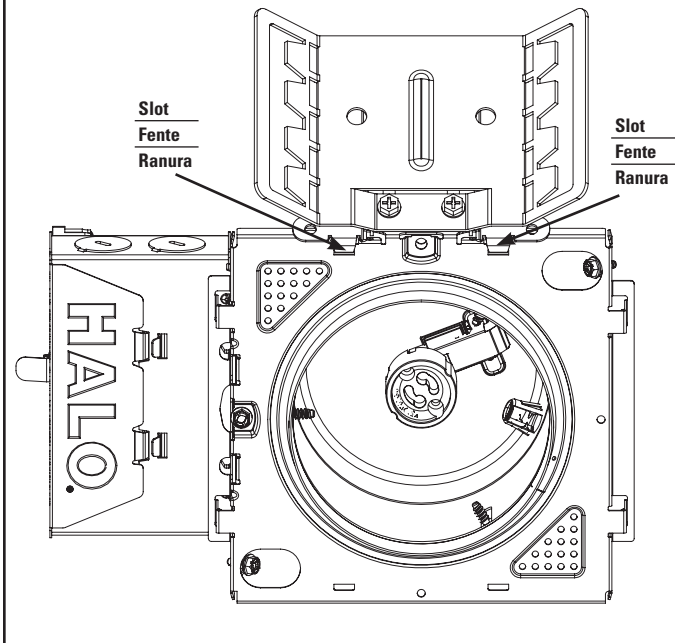

Fig. 6
5. Swivel the UMB to an upright position and tighten it to the plaster frame with the provided sheet metal screws (Figure 6).
5. Positionnez le support de montage universel en position verticale puis vissez-le dans la structure de plâtre avec les vis à tôle fournies (Figure 6).